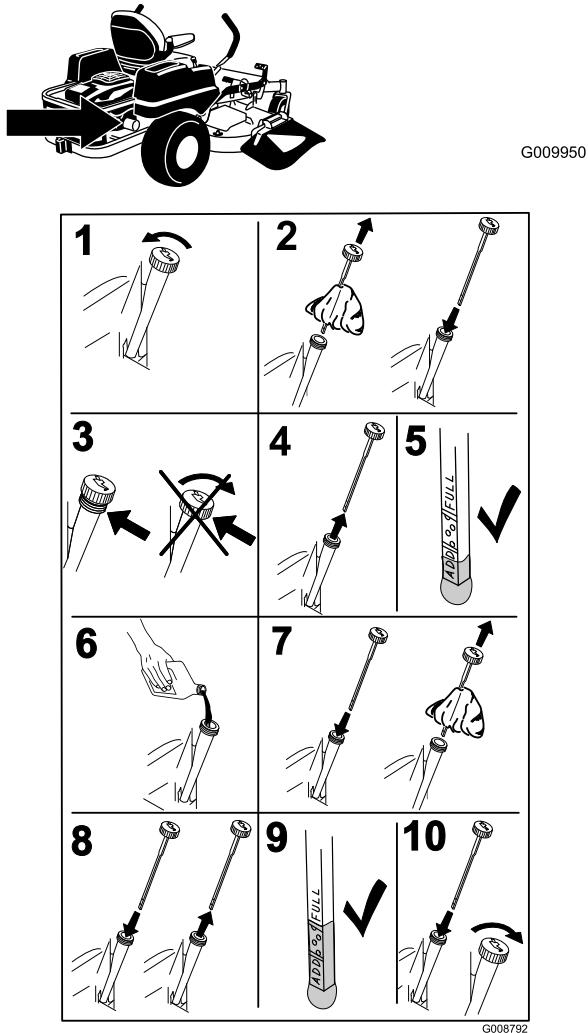

Bild 40
4. Stellen Sie vor dem Verlassen des Fahrersitzes den Motor ab, ziehen Sie den Schlüssel ab und warten Sie, bis alle rotierenden Teile zum Stillstand gekommen sind (Bild 40).